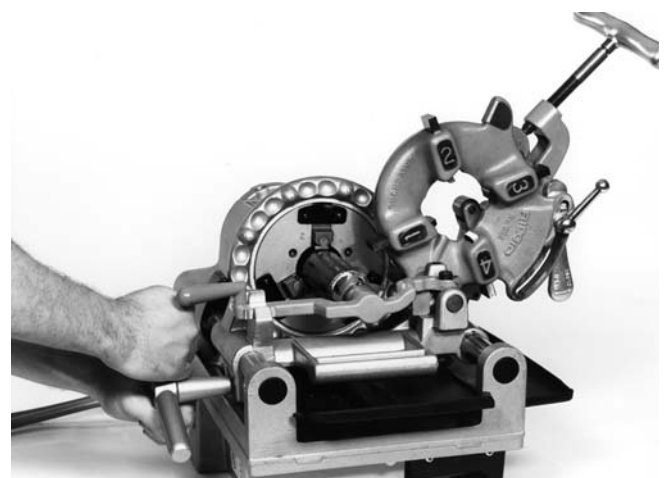

Figure 5 – Alésage des tuyaux à l'aide de l'alésoir n° 344
6. Prenez la poignée de la vis d'avancement du coupe-tubes des deux mains (Figure 5).
3. Introduisez l'alésoir dans le tuyau et tournez le volant pour achever l'alésage (Figure 5).